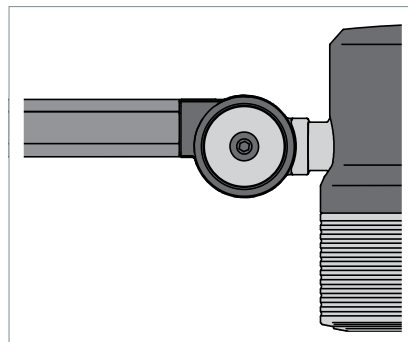

Fig. 4: Articulation et vis de l'articulation.
- Sur un luminaire avec tiges articulées : serrer chaque vis de l'articulation jusqu'à ce que le luminaire reste dans la position requise, voir Fig. 4.